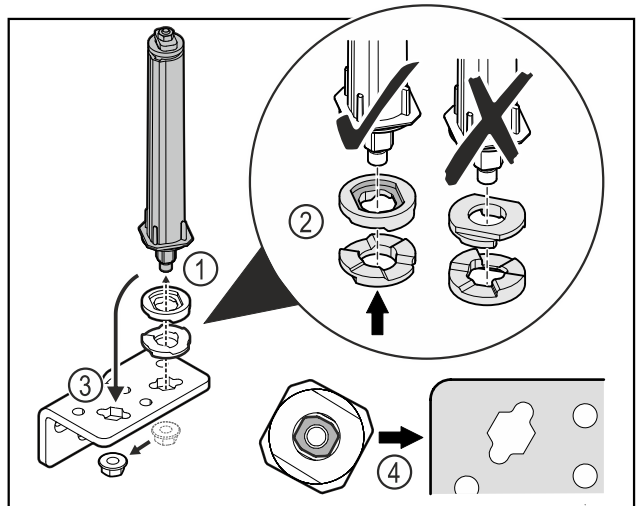

Fig. 46
- ▶ Uvoľnite maticu a odstráňte systém zatvárania dverí Fig. 46 (1).
- ▶ Dbajte na správne vyrovnanie podložiek na výškové prestavenie Fig. 46 (2).
- ▶ Premiestnite systém zatvárania dverí v uholníku závesu a zafixujte ho maticou Fig. 46 (3).
- ▶ Dbajte pri nasadzovaní na správne vyrovnanie systému zatvárania dverí Fig. 46 (4).